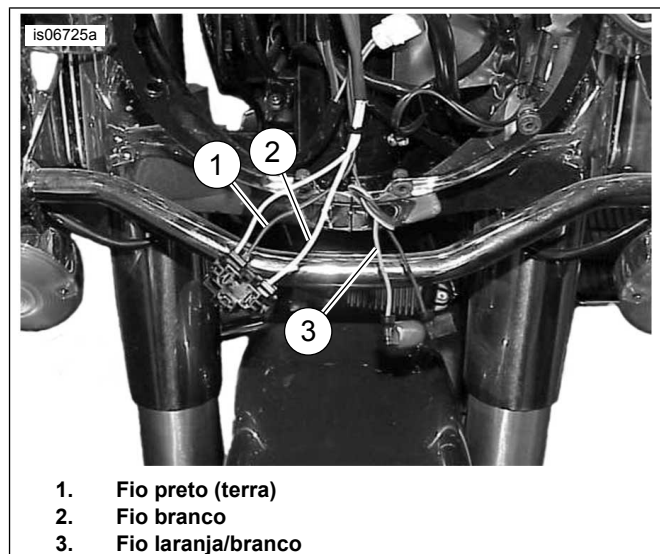

Figura 21. Fios para Ligações do Transmissor (FLHR de 2013 e Anteriores)
- a. **Modelos FLHR Touring 2013 e anteriores:**Ver a Figura 21. Corte os fios preto (1) e branco (2) do farol dianteiro que se encontram dentro da nacela, acertando ligeiramente os comprimentos de forma a evitar que as uniões fiquem juntas.